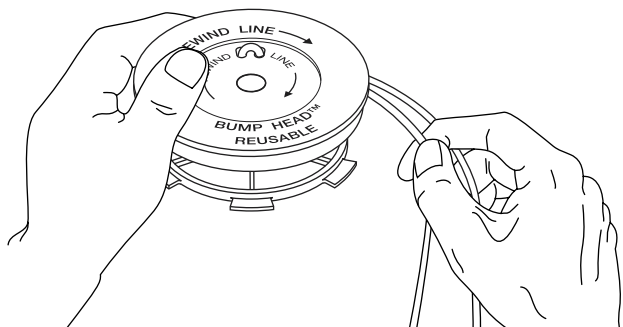

Fig. 19
7. Bobine las líneas en capas parejas y ajustadas sobre el carrete (Fig. 19). Bobine la línea en la dirección indicada en el carrete interior. Coloque su dedo índice entre las dos líneas para evitar que se superpongan. No superponga los extremos de la línea. Proceda al paso 11.